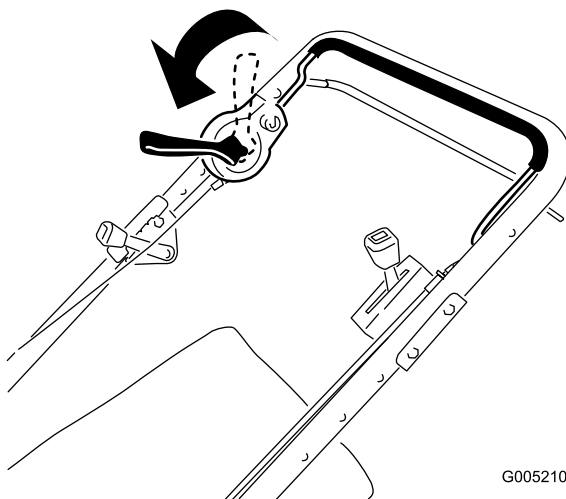

Figura 13
2. Mueva la palanca de control de la cuchilla totalmente hacia adelante hasta que la cuchilla quede engranada (Figura 13).